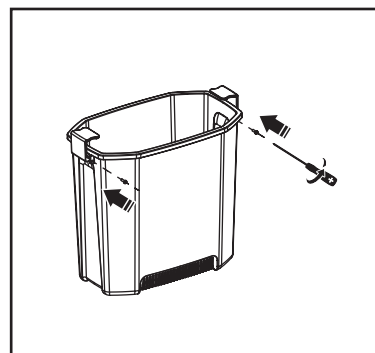

Abbildung 2
2. Die Schraube durch das Befestigungsloch auf der anderen Seite des Wasserbehälters führen und mit einem Kreuzschlitzschraubendreher im Verschluss festziehen (siehe Abb. 2).